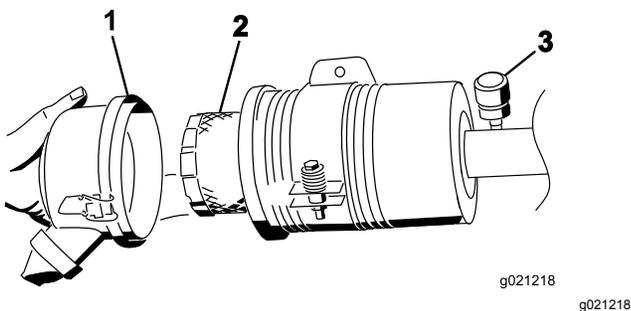

Figura 84
- Retire e substitua o filtro (Figura 84).